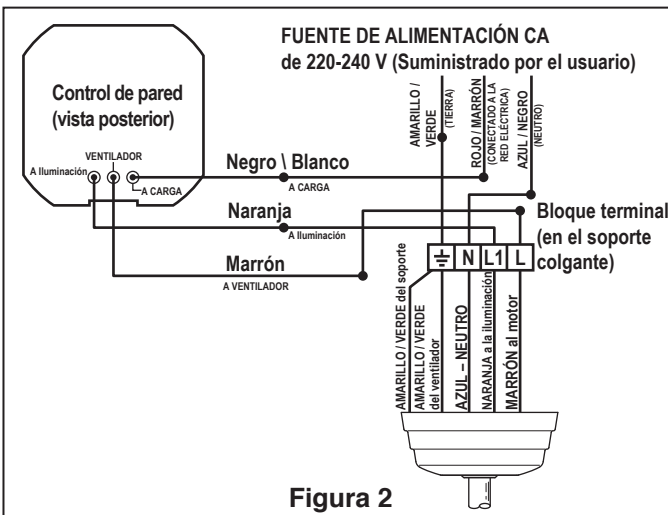

Figura 2
Debe colgar el ventilador a una distancia mínima de 2.3 m desde las aspas hasta el piso. (Figura 2)
1. Instalación del control de pared (Figura 2):
- Realice las conexiones de cables al bloque del terminal como se muestra en la Figura 2.
2. Coloque y ajuste firmemente la cubierta para el tornillo de la base sobre los tornillos de reborde de la pared. Ensamble la cubierta girando el chavetero de la base sobre los tornillos de reborde de la pared. Ensamble por completo el segundo tornillo de reborde que antes había retirado y ajústelo. (Figura 2)
2. Coloque la cubierta embellecida en la parte inferior de la placa de las palas. (Figura 2)